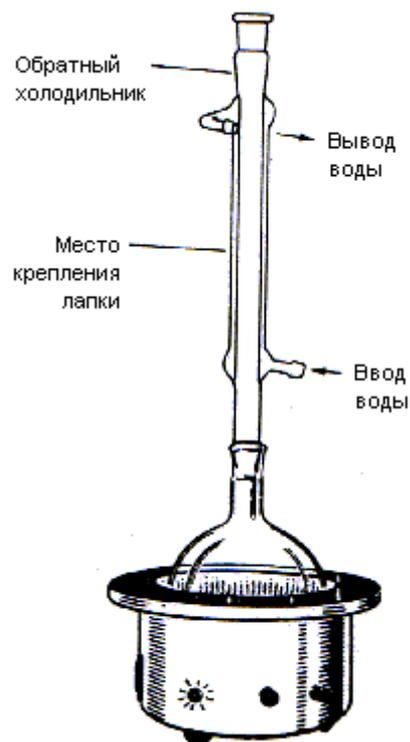

Рис. 2.5. Прибор для нагревания реакционной смеси с обратным холодильником с помощью колбонагревателя.
При проведении реакции в кипящем растворителе для возвращения сконденсированных паров в реакционную колбу используют установленный вертикально холодильник. Этот способ называется "кипячение с обратным холодильником" (рис. 2.5, типы холодильников см. на рис. 3.8). Для предотвращения местных перегревов и равномерного кипения, в раствор помещают кусочки битого фарфора ("кипелки") или перемешивают его. "Кипелки" необходимо вносить только в холодную жидкость, в противном случае происходит резкое вскипание жидкости, сопровождающееся её выбросом из колбы, после чего возможно её воспламенение.
**Способы нагревания.** Электрические колбонагреватели (рис. 2.5) обеспечивают самый безопасный и наиболее эффективный способ нагревания круглодонных колб. В учебной лаборатории обычно используются электрические плитки с закрытой спиралью, и интенсивность обогрева регулируется изменением расстояния между колбой и плиткой. **Колба не должна соприкасаться с плиткой**, минимальное расстояние между ними – несколько миллиметров.
1. Растворение. Взвешивают вещество, которое необходимо перекристаллизовать, и с листа бумаги пересыпают его в колбу (для больших количеств используют воронку для сыпучих веществ); колба должна быть заранее закреплена в лапке штатива. Добавляют ровно столько растворителя, чтобы покрыть им твердое вещество, но недостаточное для его полного растворения при кипении. Добавляют несколько "кипелок" и подсоединяют обратный холодильник (см. рис. 2.5; при кристаллизации больших количеств веществ используют только круглодонные колбы; кристаллизацию небольших количеств из воды можно проводить без обратного холодильника).